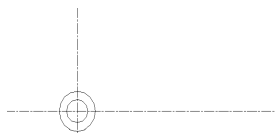

图 6-47
(4)单击【绘图】工具栏上的按钮，捕捉中心线的交点以作为圆心，分别绘制一半径为“21”和“36”的圆。绘制好的图形如图 6-47 所示：